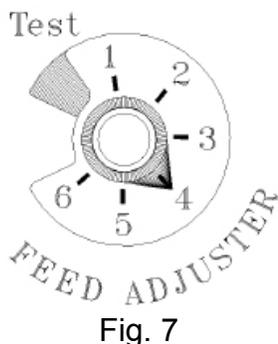

Fig. 7
4. Réglez le débit d'alimentation. Si c'est le premier feu que vous allumez ou si vous êtes en train d'essayer plusieurs sortes de granulés, mettez le bouton de réglage de l'alimentation sur 4 (voir figure 7). Il s'agit d'une valeur sûre, que vous devrez probablement augmenter. Lorsque vous avez trouvé un réglage qui va bien, utilisez-le. N'oubliez pas que si le débit d'alimentation est trop élevé, vous risquez de gaspiller du combustible.